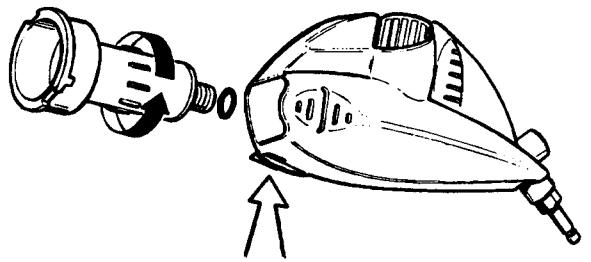

Fig. 3
1. Oprima la lengüeta de liberación (se indica con flechas en la Fig 3) para abrir el filtro.